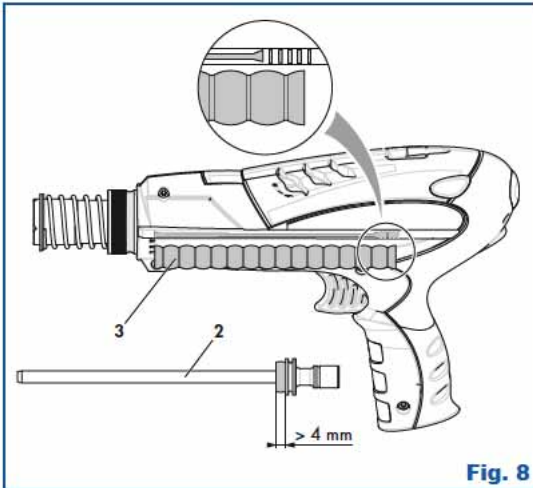

Fig. 8
- Das Werkzeug verfügt über eine Gummifeder (3) (für den Rückzug des Schubkolbens) sowie einen Schubkolben mit Isolerring (2) (siehe Abb. 8).